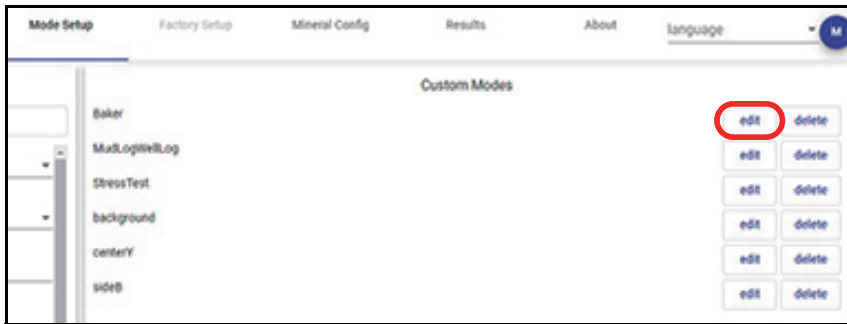

Figura 5-14 Botões Edit
1. Clique no botão **Edit** (veja Figura 5-14 na página 74).